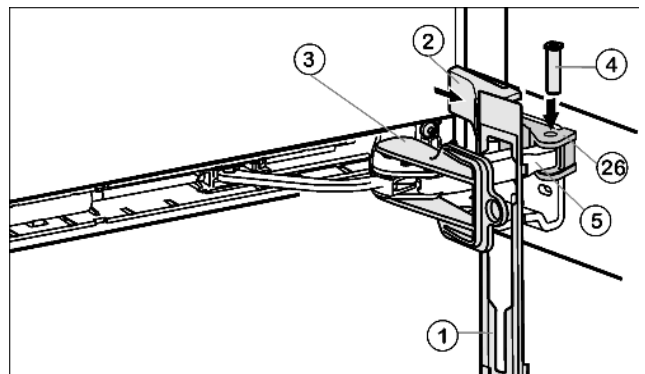

Fig. 15
- ▶ Accrocher le panneau Fig. 15 (1) sur l'étrier de l'amortisseur de telle sorte que ce que l'ergot d'encliquetage pointe vers l'avant et la face avant de l'appareil.
- ▶ Tirer l'étrier de l'amortisseur Fig. 15 (5) vers l'élément pivotant Fig. 15 (26) et enfoncer à nouveau le pivot Fig. 15 (4) à partir du haut, de telle sorte à ce que le carré repose dans l'évidement.
- ▶ Placer le cache Fig. 15 (2) et l'encliqueter.
- ▶ Retirer le dispositif d'arrêt Fig. 15 (3) en le tournant.
- ▶ Pousser le cache Fig. 15 (1) sur la porte et encliqueter.